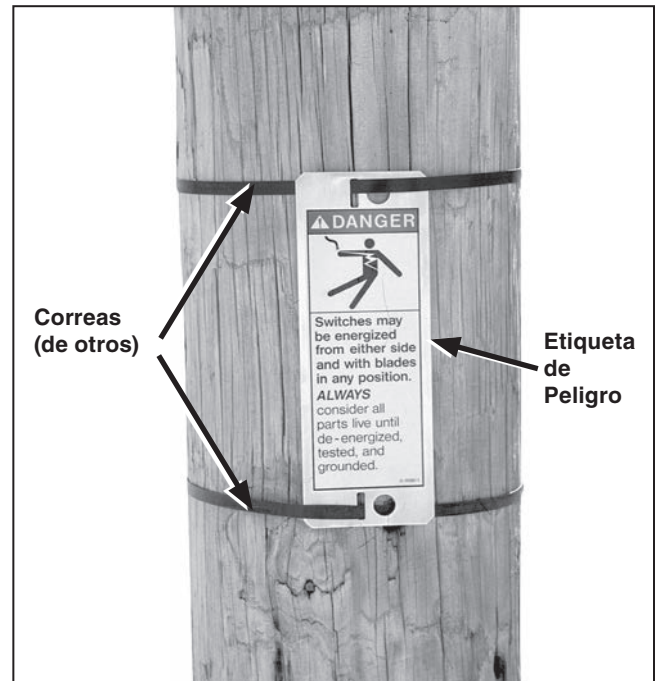

Figura 42. Sujeción de la etiqueta de peligro al poste o estructura.
PASO 31. Sujete la etiqueta de peligro al poste o estructura utilizando dos correas o pernos (proporcionados por el usuario final). Vea la Figura 42.